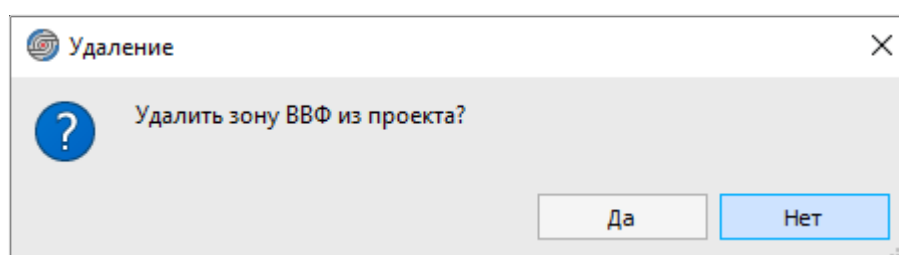

Рисунок 137. Диалоговое окно «Удаление»
- 2) В открывшемся диалоговом окне «Удаление» нажать на кнопку «Да» (см. рисунок 137).